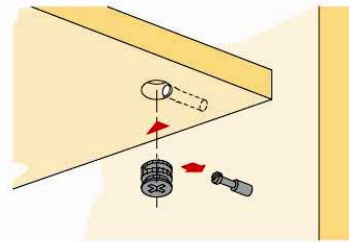

Рис.2 Схема установки эксцентрика
1. На детали 3,4 устанавливаем соединительные болты эксцентриков (Г) (см. рис.2);